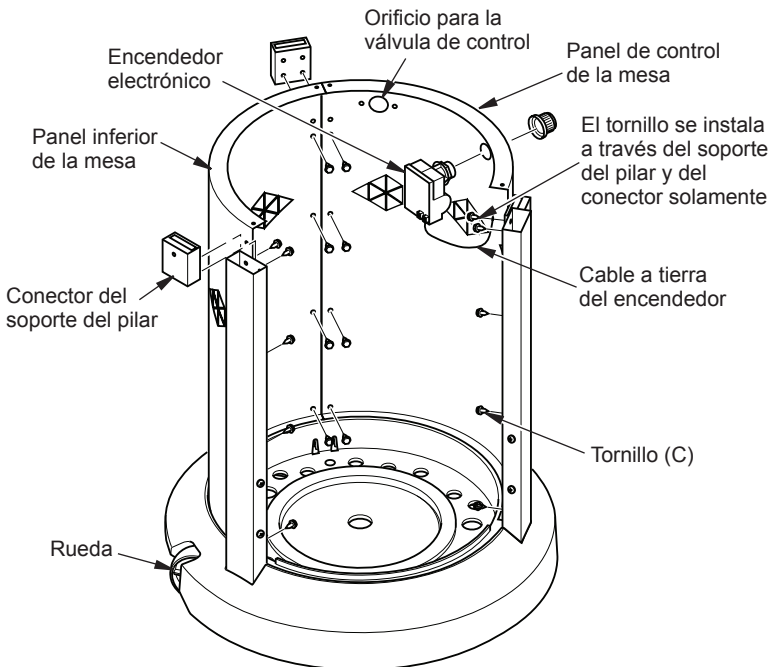

Figura 4 - Fijación de los paneles laterales y del encendedor
- Coloque el panel inferior y el panel de control de la mesa sobre el conjunto de la base, como se muestra en la figura 4. Asegúrese de que el panel inferior de la mesa esté en el lado de la base que tiene las ruedas. Utilizando únicamente los 3 grupos de orificios inferiores, fije los paneles a los pilares de soporte con 12 tornillos (C) (consulte la figura 4).
- Los conjuntos superiores de tornillos (C) se insertarán a través de los paneles, a través de los pilares de soporte y luego hacia dentro de los conectores de soporte de los pilares, como se muestra en la figura 4 (tornillos 6). Asegúrese de que los conectores de soporte de los pilares estén orientados como se muestra en la figura 4. La parte lateral de los conectores con un orificio debe estar orientada hacia afuera del calentador y el orificio debe estar en la parte superior. Para los conectores de soporte que están más cerca de la abertura de la parte anterior, el segundo tornillo se instalará sólo a través de los paneles y de los conectores de soporte. El segundo tornillo asegurará al conector (consulte la figura 4). Fije el cable de conexión a tierra del encendedor con 1 tornillo como se muestra en la figura 4 (el encendedor instalado en el paso 4).
- Instale el encendedor electrónico a través del panel de control, como se muestra en la figura 4. Atornille el anillo de retención y la tapa del encendedor desde el panel exterior.